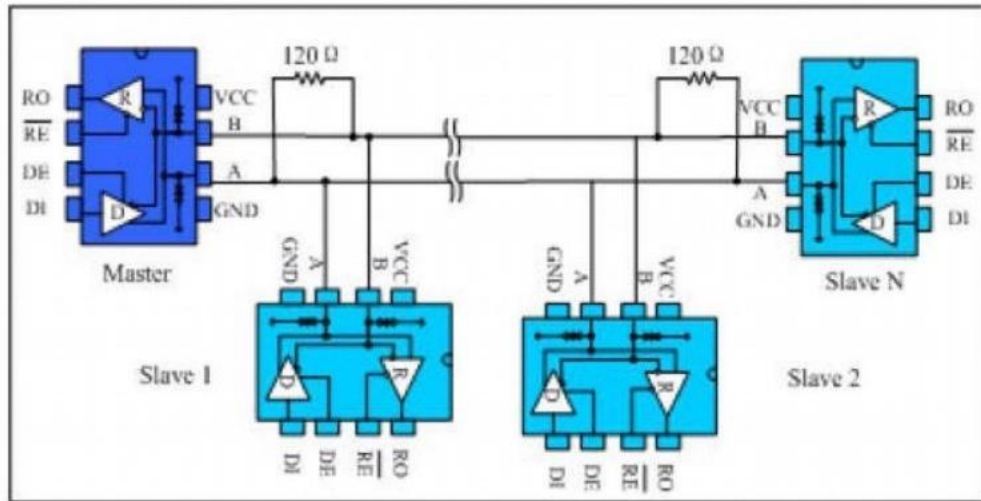

图9总线式 RS485半双工通讯网络
**总线式组网：**ST3485ECDR **RS485**收发器设计用于多点总线传输线上的双向数据通信。图9 显示了典型网络应用电路。这些器件也能用作电缆长于4000英尺的线性转发器，为减小反射，应当在传输线两端以其特性阻抗进行终端匹配，主干线以外的分支连线长度应尽可能短。